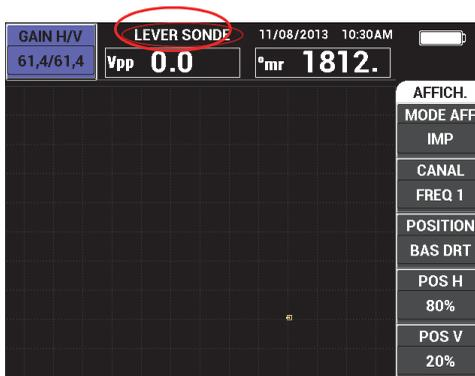

Figure 4-4 Message LEVER SONDE après le maintien de la touche A-LIFT NULL
1. Appuyez sur la touche d'accès direct A-LIFT NULL (  ) et maintenez-la enfoncée jusqu'à ce que le signal sonore se fasse entendre (environ 3 secondes) et que le message « **LEVER SONDE** » apparaisse (voir la Figure 4-4 à la page 85).